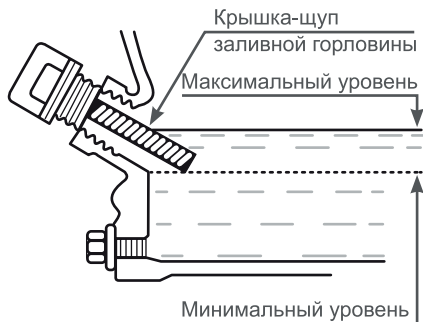

Рис.24
Нормальным считается, когда масло находится на уровне нижнего края заливной горловины (A) Рис.24.